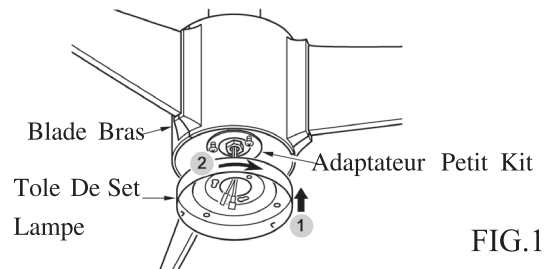

FIG.14
- Tirez doucement le fil à travers la plaque du kit d'éclairage. Placez la fente au-dessus des vis desserrées. Tournez la plaque du kit d'éclairage dans le sens horaire et serrez les vis retirées et desserrées précédemment.(Voir fig 14&15)